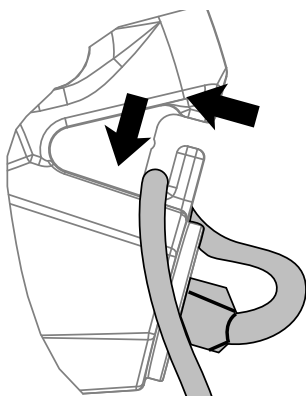

Fig. 9
1. Asegure el cable de extensión al bastidor del motor según se indica (Fig. 9) para evitar la remoción accidental del cable de electricidad.